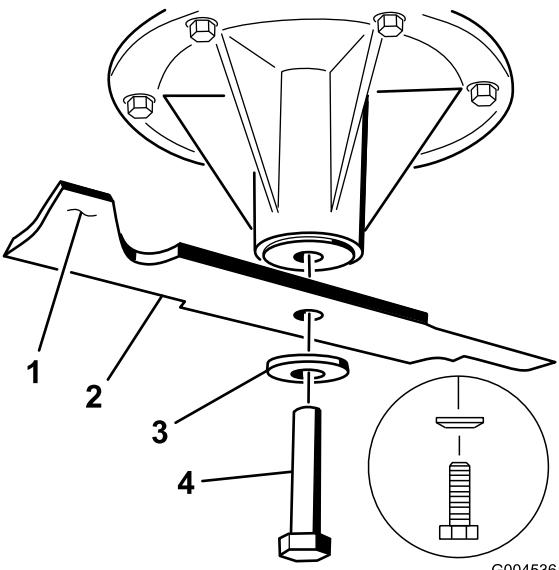
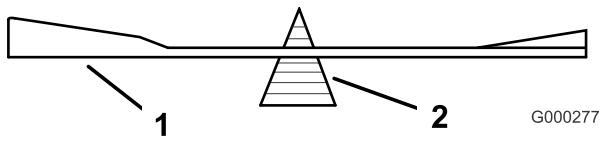

Figure 65
Figure 68
2. Pour les tabliers de coupe de 40 et 48 pouces, enlevez le boulon de lame, la rondelle bombée et la lame de l'axe de pivot (Figure 65).
2. Vérifiez l'équilibre de la lame en la plaçant sur un équilibrage (Figure 68). Si la lame reste horizontale, elle est équilibrée et peut être utilisée. Si la lame est déséquilibrée, limez un peu l'extrémité de la partie relevée seulement (Figure 65). Répétez cette procédure jusqu'à ce que la lame soit équilibrée.